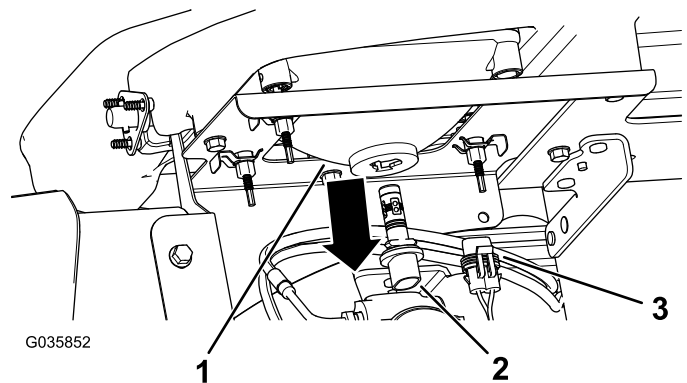

Figure 49
3. Débranchez le connecteur électrique de faisceau du connecteur de la lampe situé au dos du boîtier du phare (Figure 49).
4. Tournez l'ampoule d'un quart de tour dans le sens antihoraire et tirez-la en arrière hors du boîtier (Figure 49).
5. Insérez l'ampoule neuve dans le boîtier du phare et alignez les languettes sur les fentes du boîtier (Figure 49).
6. Fixez l'ampoule en place en la tournant d'un quart de tour dans le sens horaire (Figure 49).
7. Branchez le connecteur électrique de faisceau sur le connecteur de l'ampoule neuve (Figure 49).